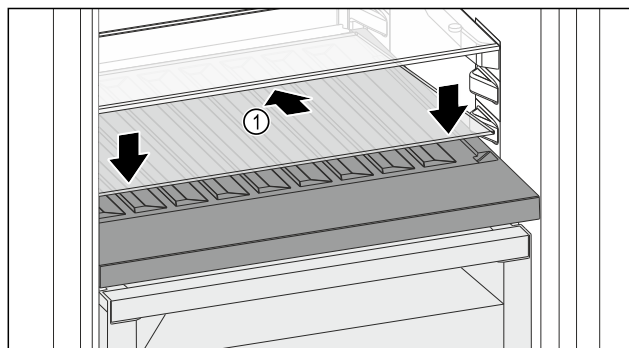

Fig. 194
- Vendosni pllakën e xhamit Fig. 194 (1) pjerrtas, dhe të anuar për poshtë në pjesën prapa.
- Ulni poshtë pllakën e xhamit Fig. 194 (1) përpara.